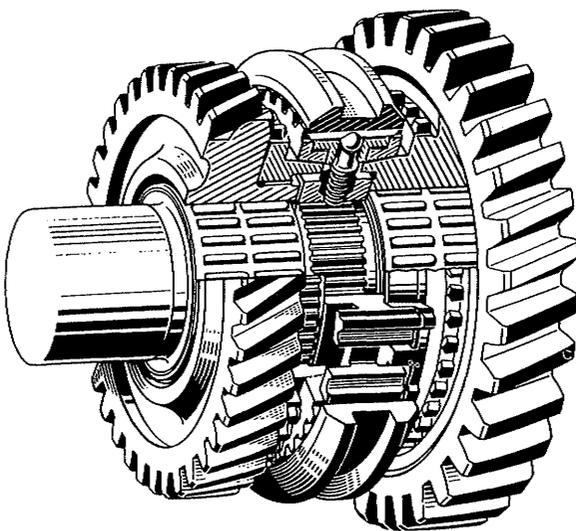

Figure 1
1. Point mort (figures 1 et 2).